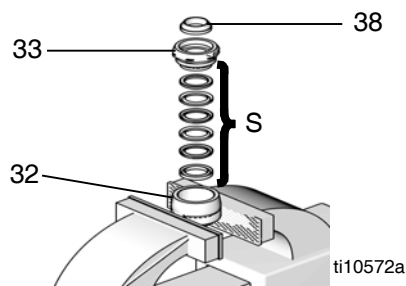

図 18
1. 吸気バルブパッキン (S) にグリースを塗布し、バルブ (32) 内に取り付けます。図 18 を参照してください。正しい吸気バルブパッキンの配置については、パッキンキットのセクションを参照してください。
2. 勾配のついた側を上向きにし、吸気バルブパッキンナット (33) の凹部がかちっと所定の場所にはまるまで、吸気バルブシール (38) に圧力をかけます。シールの凸部は、平らか、パッキンナットの前面で少しくぼんでいるはずです。図 18 を参照してください。
3. バルブ本体 (32) の平たい面を万力ではさみます。パッキンナット (33) をバルブ本体にしっかりねじ込みます。吸気ハウジングアセンブリを脇に置きます。